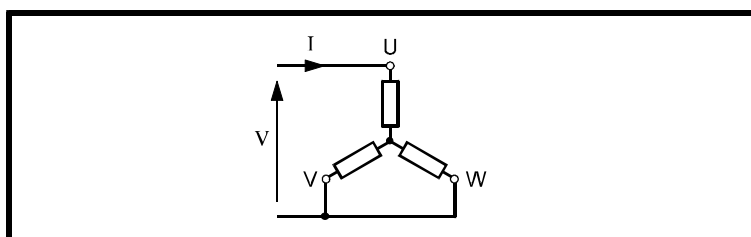

Figura B-1 Conexión de un motor a una fuente de CC para la alineación mecánica del eje del codificador
- 3 Aplique una *corriente continua* del 50% de la intensidad nominal del motor mediante los devanados del motor, tal como se muestra en la Figura B-1.